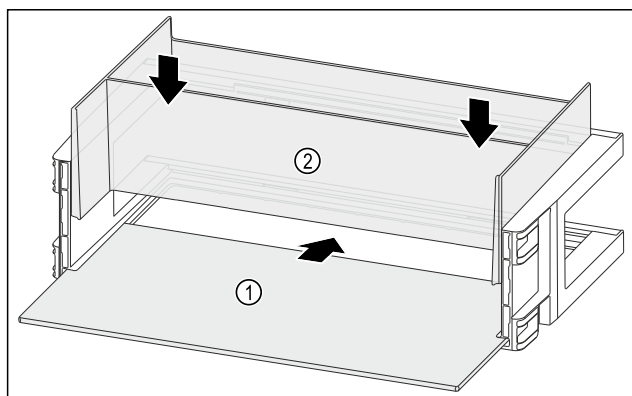

Fig. 114
- Insérer la tablette de rangement Fig. 114 (1) dans les évidements latéraux.
- Installer l'Organizer Fig. 114 (2).